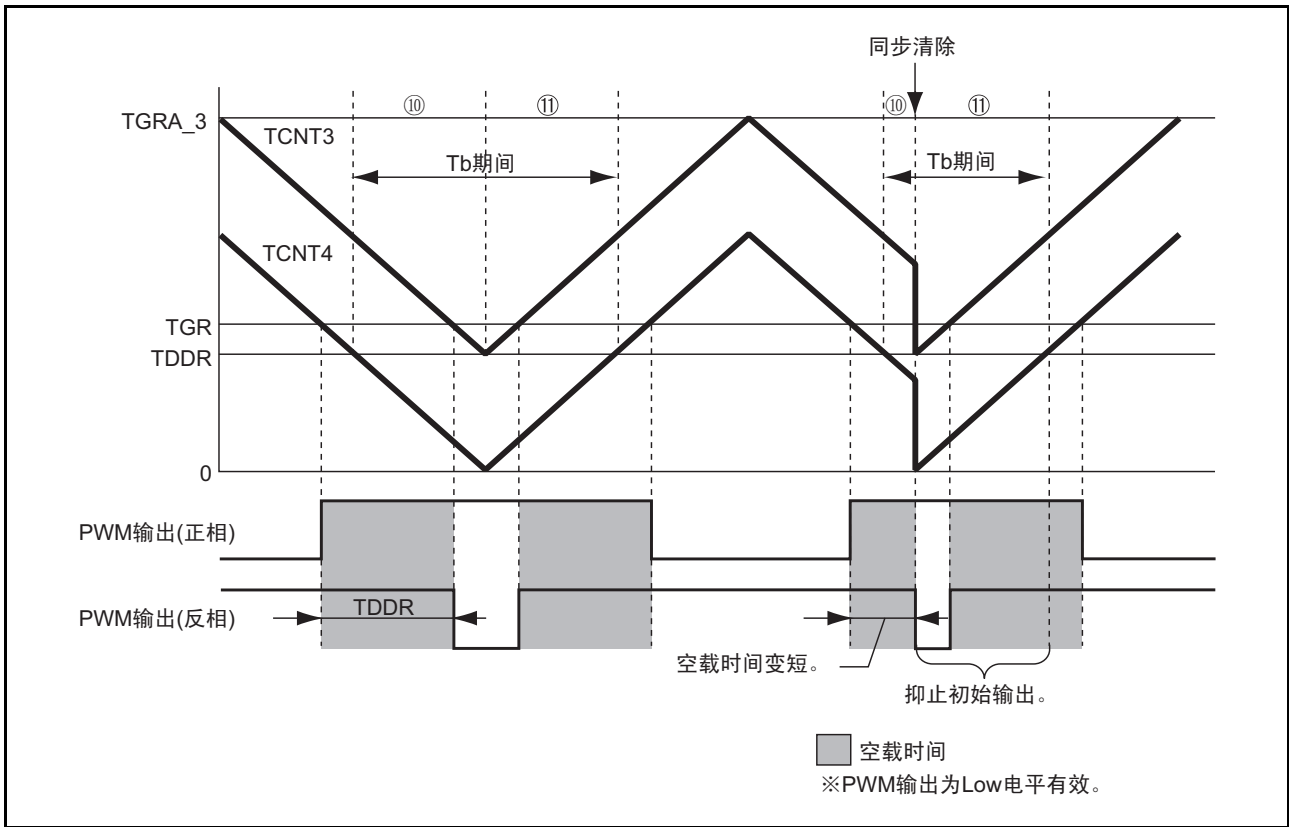

图 12.113 条件 (1) 的同步清除例子
条件 (1) 在初始输出的抑制期间^⑩并且在 PWM 输出的空载时间期间内进行同步清除（图 12.113）。